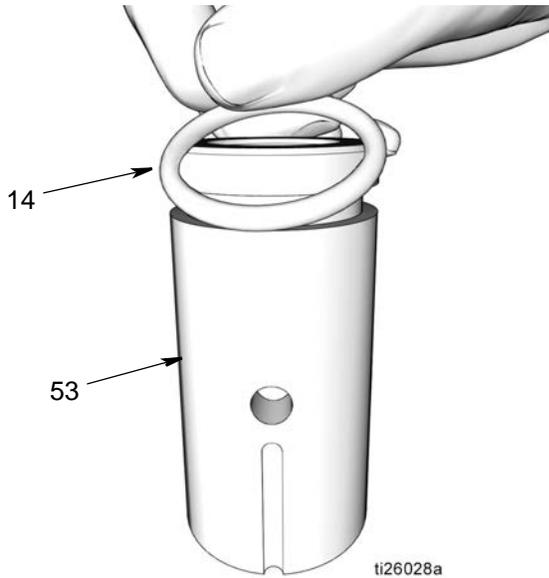

图 39
5. 泵元件衬套 (53)
- a. 使用干净的布向下擦拭泵元件衬套 (53)，除去任何脏污或污染物。检查表面有无擦伤或损坏。
- b. 在 O 形圈 (14) 上抹上薄薄一层滑脂。围绕泵元件衬套 (d) (图 39) 安装 O 形圈。